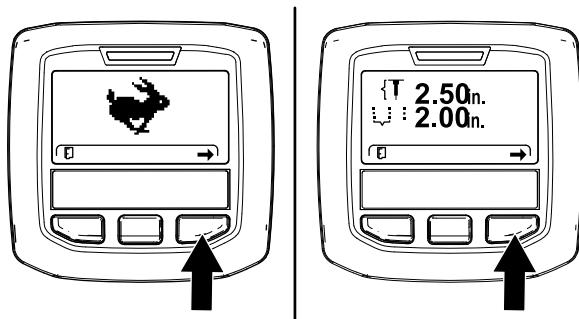
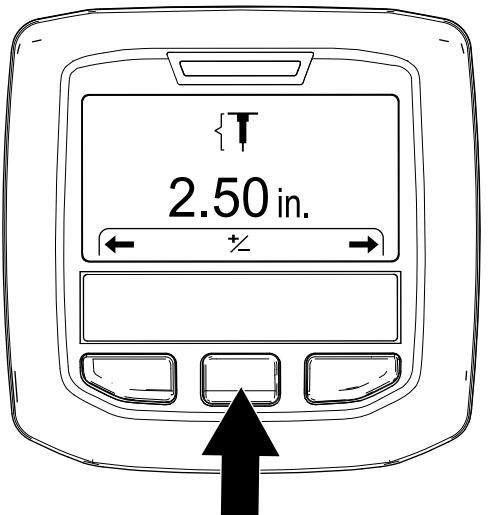

图 51
图 52
3. 按右侧 InfoCenter 信息中心按钮直至“设置孔深”屏幕显示 图 51和 图 52。